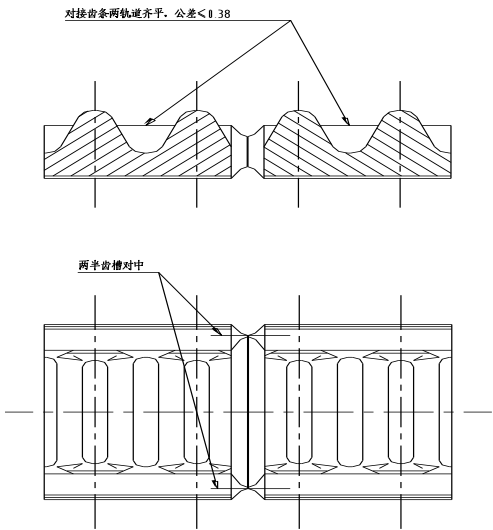

Рисунок 6-9. Схема выравнивания
2. Выровнять концевую половину впадины зуба. Выровнять колею зубчатой рейки, допустимая погрешность ≤ 0.38 (см. рисунок 6-9).